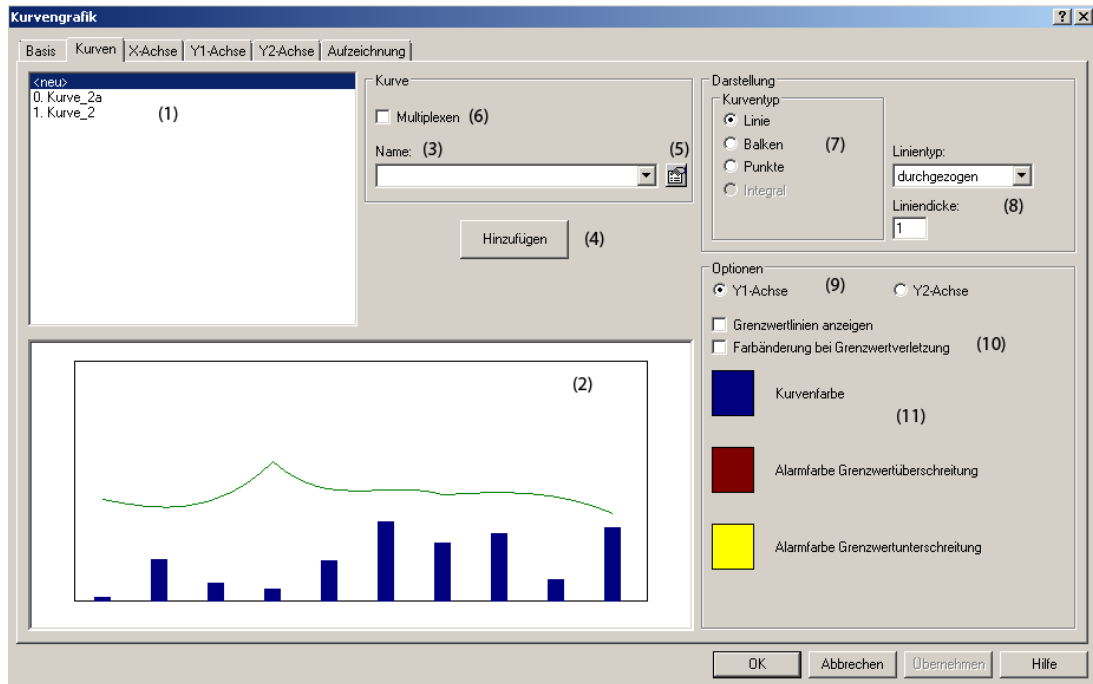

Abb. 6.10: Dialog "Kurvengrafik, Kurven"
- ⇒ Wählen Sie im Feld "Name" (3) (Abb. 6.10) eine Kurve aus der Liste der vorhandenen Kurven aus und klicken Sie auf "Hinzufügen" (4).